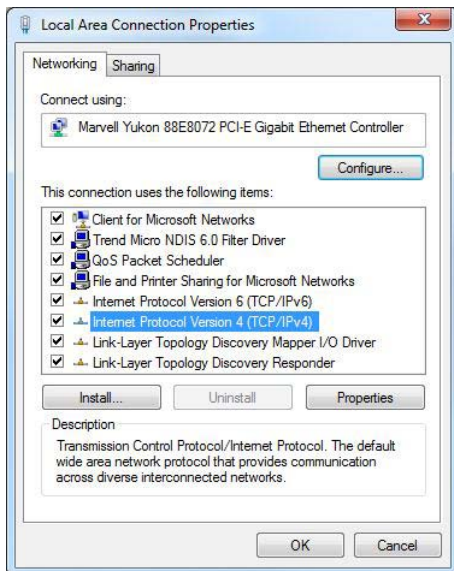

Abbildung 60: LAN Einstellungen
- Deaktivieren Sie das “Internet Protocol Version 6 (TCP/IPv6)” wählen Sie “Internet Protocol Version 4 (TCP/IPv4)” aus. Klicken Sie auf „Eigenschaften“ (siehe Abbildung 60)